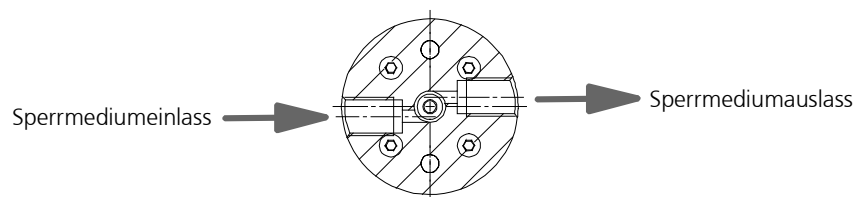

Bild 8
Die Befüllung der Sperrkammer über den Fluideinlass muss mit viel Sorgfalt hinsichtlich der Entlüftung geschehen. Hierfür stehen die zwei um 180° versetzten Anschlüsse mit 1/4"–28 UNF Gewinde zur Verfügung. Die Anschlüsse sind leicht nach unten bzw. nach oben versetzt, um das Entlüften der Sperrkammer zu erleichtern (siehe Bild 8). Die Sperrkammer wird vom unten liegenden Fluidanschluss aus befüllt. Dabei sollte solange Sperrmedium nachgefüllt werden, bis aus dem jeweils anderen vollständig geöffneten Fluidanschluss, blasenfreies Sperrmedium austritt. Jetzt ist der Fluidauslass mit einer Verschlusschraube zu verschließen.
1. Die tiefer liegende Verschlusschraube aus dem Sperrdichtungsmodul der m zr®-Pumpe entfernen (siehe Bild 8).
Die Montage des Anschlusssets Sperrdichtung erfolgt auf der tiefer liegenden Seite des Sperrdichtungsmoduls (siehe Bild 8).